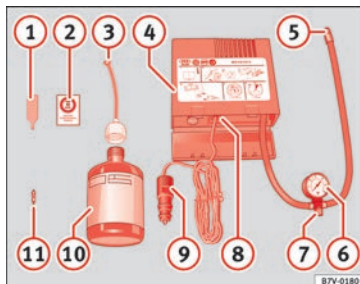

Abb. 162 Prinzipdarstellung: Bestandteile des Pannensets
Das Pannenset befindet sich im Gepäckraum unter dem Bodenbelag. Es besteht aus folgenden Bestandteilen » Abb. 162:
- Mit dem Ventileinsatzdreher » Abb. 162 1 den Ventileinsatz aus dem Reifenventil herausdrehen und auf einen sauberen Untergrund legen.
- Reifenfüllflasche » **Abb. 162** ⑩ einige Male kräftig hin- und herschütteln.
- Einfüllschlauch » **Abb. 162** ③ fest im Uhrzeigersinn auf die Reifenfüllflasche schrauben. Die Folie am Verschluss wird automatisch durchstoßen.
- Verschlussstopfen vom Einfüllschlauch » **Abb. 162** ③ entfernen und das offene Ende ganz auf das Reifenventil stecken.
- Ventileinsatz mit dem Ventileinsatzdreher » **Abb. 162** ① wieder in das Reifenventil schrauben.
- Reifenfüllschlauch » **Abb. 162** ⑤ des Luftkompressors fest auf das Reifenventil schrauben.
- Prüfen, ob die Luftablassschraube » **Abb. 162** ⑦ zuge dreht ist.
- Kabelstecker » **Abb. 162** ⑨ in eine 12 Volt-Steckdose im Fahrzeug stecken » **Seite 106**.
- Luftkompressor mit dem EIN- und AUS-Schalter » **Abb. 162** ⑧ einschalten.
- Luftkompressor so lange laufen lassen, bis 2,0 bis 2,5 bar (29-36 psi / 200-250 kPa) erreicht sind » **⚠** **Maximale Laufzeit 8 Minuten** » ①.
Den Reifenfüllschlauch » **Abb. 162** ⑤ wieder anschließen und den Reifenfülldruck an der Reifenfülldruckanzeige ⑥ ablesen. »